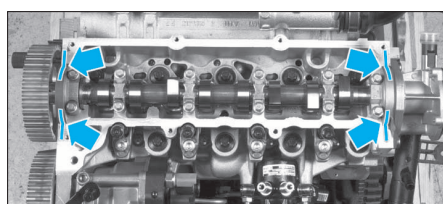

FIG. 86
- appliquer quatre cordons de 2 mm de diamètre de pâte d'étanchéité à base de silicone adhérent (par exemple ThreeBond 1217G ou Renault réf. 77 11 219 706) sur les portées, soigneusement dégraissées, des chapeaux de paliers d'arbre à cames n°1 et 6 recevant le couvre-culasse (Fig.86).